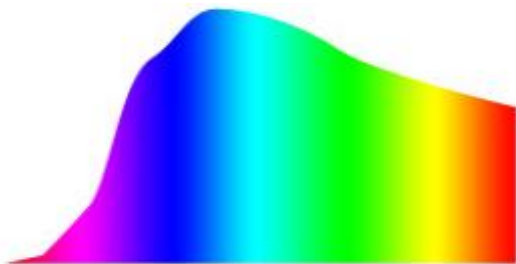

Abb. 3: Spektrum des Tageslichts
Weißes Licht ist eine Mischung der Frequenzen aus dem gesamten Spektrum. Aber weiß ist nicht gleich weiß: je nach Intensität der verschiedenen Wellenlängen wirkt das weiß „wärmer“ oder „kälter“. Abb. 3 bis 6 zeigen die Farbanteile von Tageslicht, dem Licht einer Leuchtstofflampe und dem Licht einer (weißen) LED. Man spricht in diesem Zusammenhang auch von der *Lichtfarbe* oder, noch intuitiver, von der *Farbtemperatur*. Sie wird in Kelvin (K) angegeben: Tageslicht erreicht etwa 6500 K, eine weiße LED ca. 3000-4500 K und Kerzenlicht etwa 1000 K.